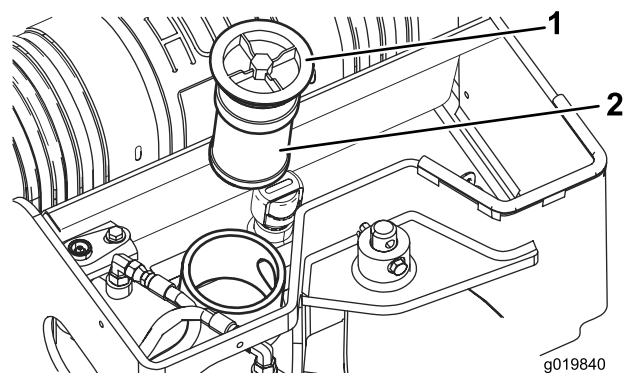

Figura 60
5. Retire y deseche el filtro usado (Figura 60).
6. Instale el filtro hidráulico nuevo y el tapón de llenado (Figura 60) y apriete el perno del tapón a 21–25 N m (200–240"-libra).
6. Retire el tapón de llenado del depósito hidráulico y el filtro (Figura 60).
11. Instale el filtro hidráulico y el tapón de llenado (Figura 60) y apriete el perno del tapón a 21–25 N·m (200–240"-libra).